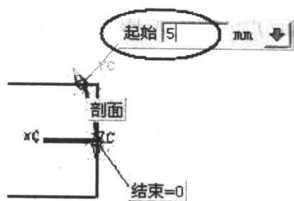

图 1-35 延伸线段
(4) 利用快捷键“Ctrl+D”删除其中一段,然后利用工具栏“编辑曲线”→“编辑曲线长度”,选择圆弧外端,给5mm的增量,如图1-35所示。